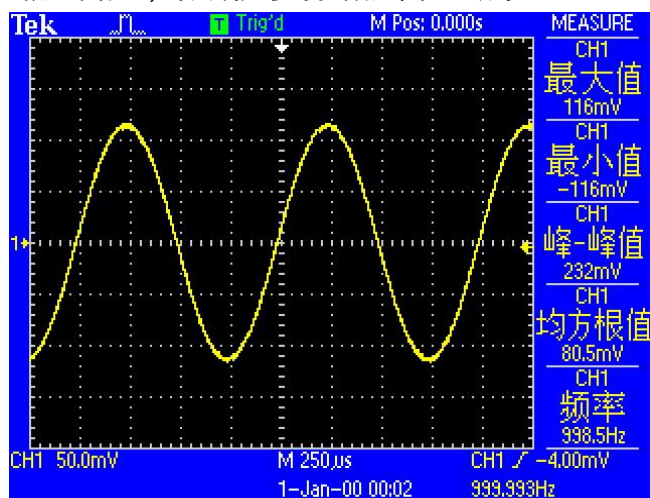

图 89. 待测信号参数图
3. 打开函数信号发生器电源，将参数设置为“波形：正弦波”、“幅值：80 mVrms”、“频率：1 kHz”、“输出阻抗：高阻”，待测信号参数如图 89 所示：